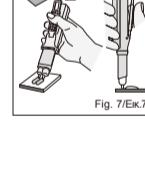

Fig. 7/Eik.7
b) Während der Hebel gedrückt wird, Dispenser waagrecht halten. Zum Abstreifen des herausgedrückten Materials die Kartusche und den Dispenser in eine rechte Position auf dem Mischblock bringen. (Fig. 7)
b) Tijdens indrukken van de hefboom, maakt u het ge-extrudeerde materiaal gelijk en snijdt u het af door de cartridge en dispenser op het mengblokje in een opwaartse richting te bewegen. (Fig. 7)
b) Medens doseringsarmen trykkes ned, bedøm og tryk en jaevn mængde materiale ud som behøves og vend dispenseren op til oprættende (vinkelet) på blandeblokken for at stoppe yderligere materiale. (Fig. 7)